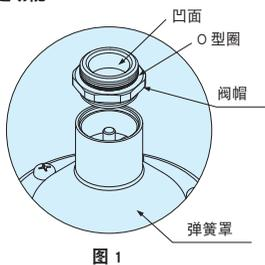

图 1
2. 取下阀帽，翻转过来（凹面朝上）和弹簧罩的螺纹对齐，拧紧。（图 1）
1. 将压力表拧入压力表接头中（图 1）。